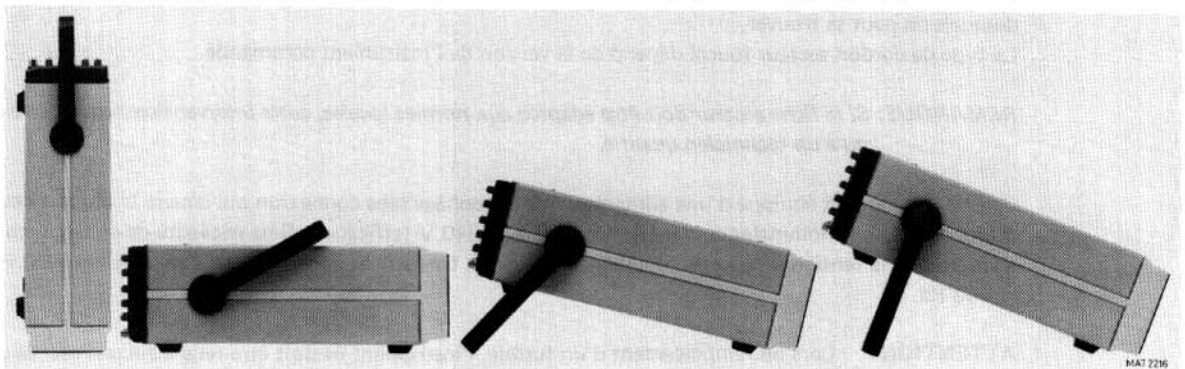

Figure 2.2 Poignée de portage en diverses positions.
- reposant sur la poignée de portage, selon deux inclinaisons (voir Figure 2.2).